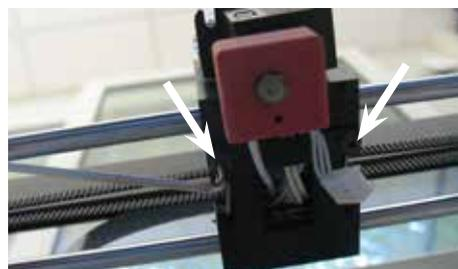

Abb. 75
- ⇒ Lösen Sie die linke Schraube des Klemmblechs ca. 1 Umdrehung und entfernen Sie die rechte Schraube (Abb. 75).